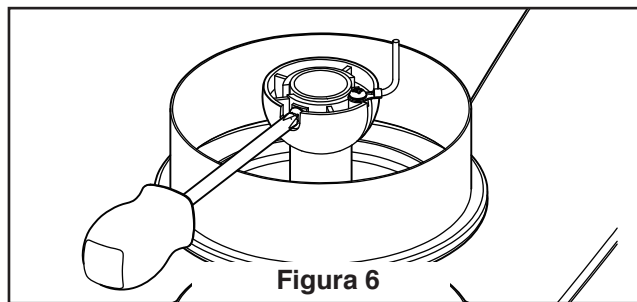

Figura 6
6. Vuelva a colocar la semiesfera en el barral como se indica a continuación. Pase los cables de negro, blanco y azul cables y cable de soporte para techo a través de la semiesfera. Pase el pasador a través de los dos orificios en el barral y alinee la semiesfera de modo que el pasador quede atrapado en la ranura de la parte superior de la misma. Empuje la semiesfera hacia arriba, bien ajustada contra el pasador. Ajuste firmemente el tornillo de fijación en la semiesfera. Si el tornillo de fijación está flojo, podría provocar oscilación del ventilador. (Figura 6)